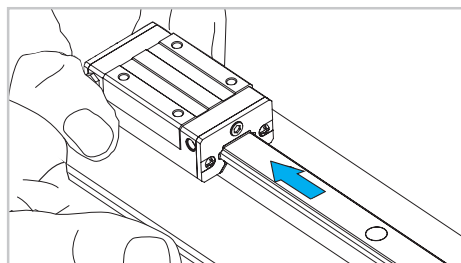

Fig. 10
- 8) Retirer le ou les patins à changer (fig. 10). Pour monter un patin, réaliser ces opérations dans l'ordre inverse.